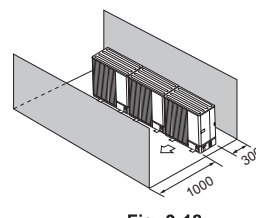

Fig. 2-18
- (4) Obstructions ou surfaces non dégagées à l'avant et à l'arrière uniquement (Fig. 2-18)